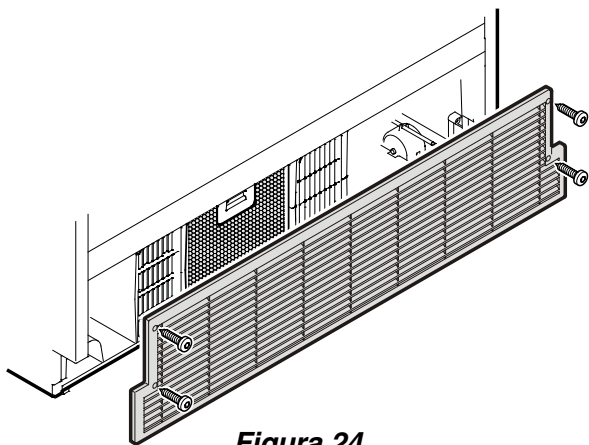

Figura 24
- Abra el cajón inferior del congelador y destornille la rejilla de aireación - **Figura 24**.